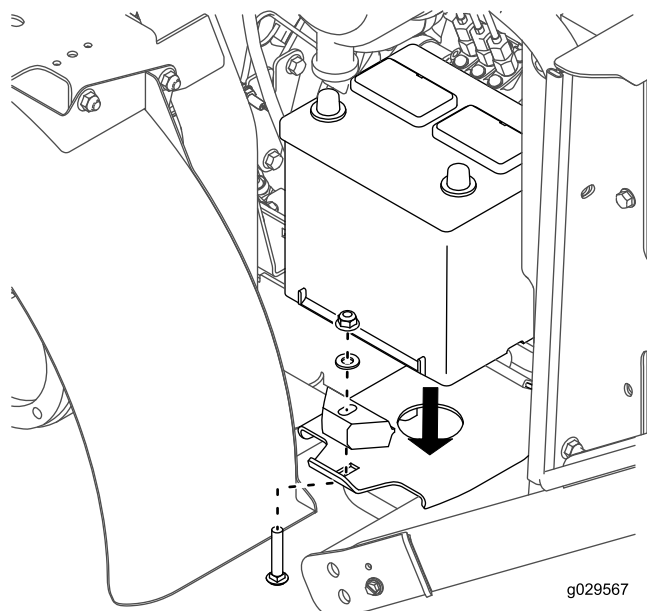

Figure 10
8. Fixez la batterie sur la plate-forme en serrant légèrement le boulon de carrosserie, la barre de retenue, la rondelle et l'écrou retirés précédemment (Figure 10).